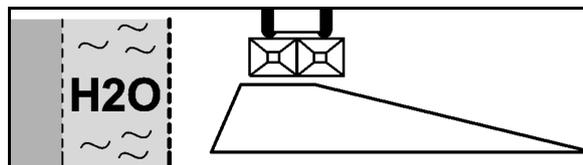

Fig. 72
2. Grabenstreuen nach Düngeverordnung (Fig. 72):